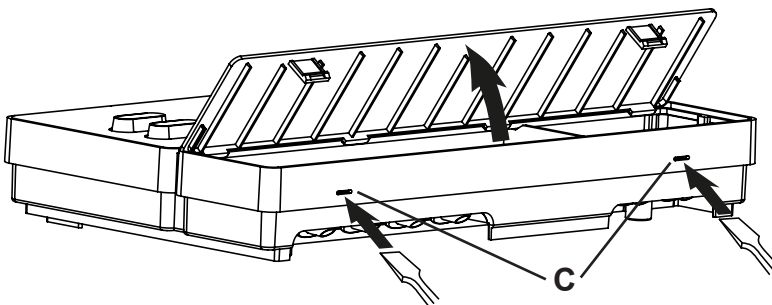

Fig. 3 Rimozione del coperchio dell'alloggiamento
2. Utilizzando un cacciavite, premere leggermente le chiusure a scatto **C** e rimuovere il coperchio dell'alloggiamento (vedi Fig. 3).